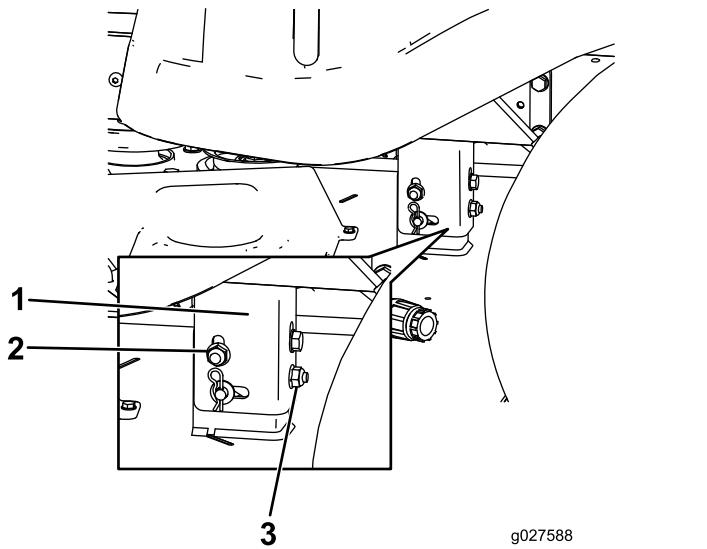

Figure 64
8. Élevez ou abaissez le côté gauche du plateau de coupe en tournant l'écrou arrière (Figure 64).
Remarque: Tournez l'écrou arrière dans le sens horaire pour éléver le plateau de coupe ou dans le sens antihoraire pour abaisser le plateau. (Figure 64).